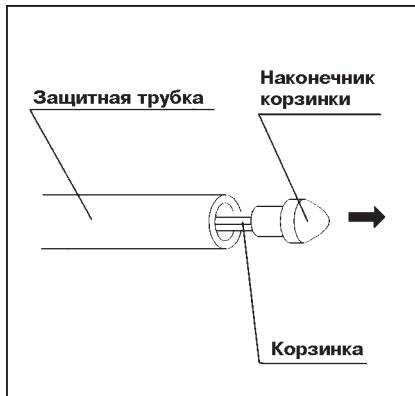

Рис. 5.1.
1. Во время первоначальной обработки после поставки оборудования необходимо выпрямить защитную трубку, внутри которой находится рабочая проволока с корзинкой на конце. Затем, удерживая наконечник корзинки, извлеките рабочую проволоку. Замените защитную трубку (см. рис. 5.1).